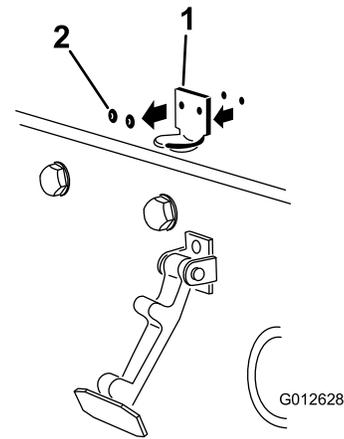

Bild 7
2. Entfernen Sie die zwei Niete, mit denen die Halterung des Motorhaubenriegels an der Motorhaube befestigt ist (Bild 7), und nehmen Sie die Halterung des Motorhaubenriegels von der Motorhaube ab.